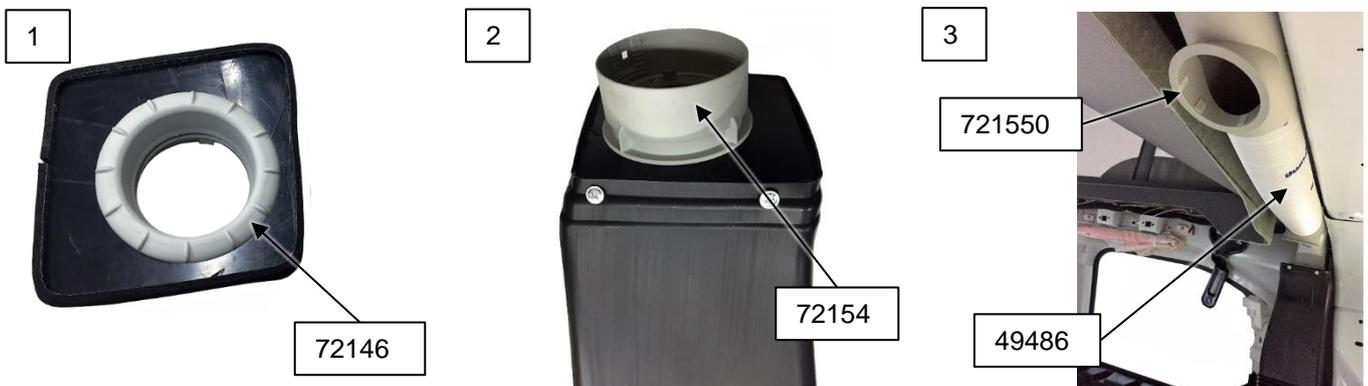

Abb. 10-3: Luftkanal der hinteren Klimaanlage
- Eine Blende (s. Abb. 10-3, 1) mit einem Anschluss (Art.-Nr. 72146 und 72154) für den neuen Luftkanal anfertigen und in den bestehenden Kanal einsetzen (2)